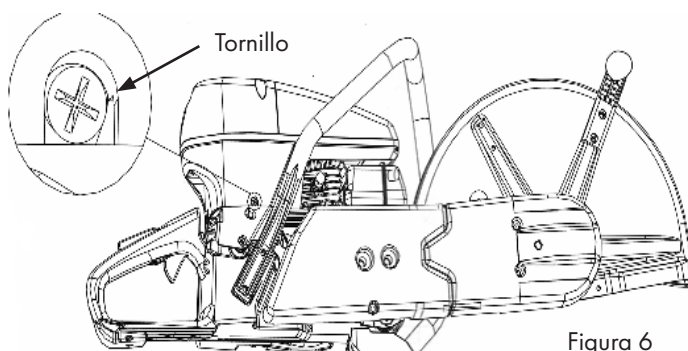

Figura 6
- Nunca corte con el segmento mostrado en la figura 6.